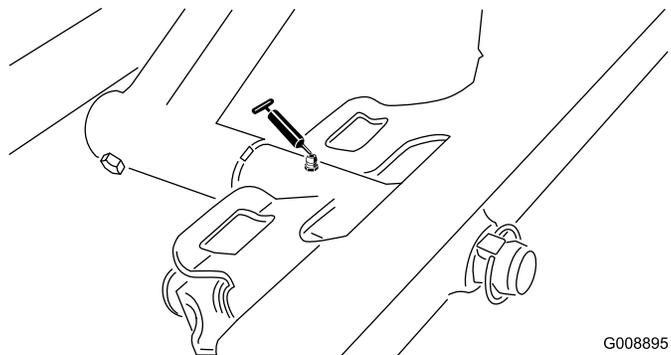

Figura 37
- Articulação da unidade de corte dianteira (Figura 37)